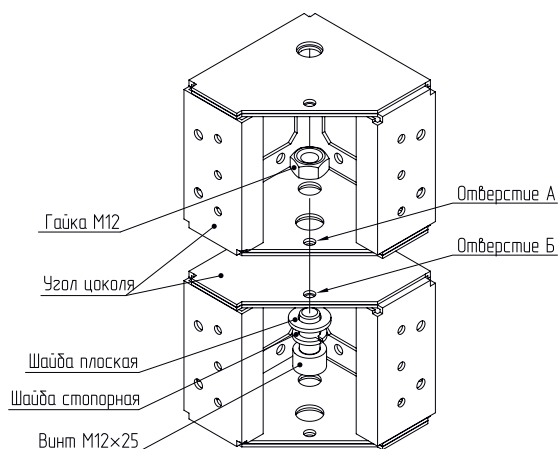

Рисунок 10
4.2.1 Установить два угла цоколя друг на друга, обеспечив соосность отверстий А и Б, и закрепить с помощью винта M12×25, плоской и стопорной шайб, а также гайки M12 (рисунок 10). Момент затяжки – 49 Н·м. Гайка в комплект поставки не входит и приобретается отдельно.